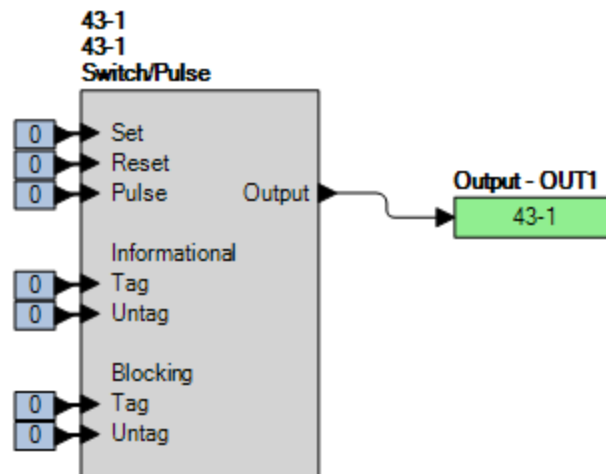

Figure 84-1. Paramètres BESTlogicPlus
Étape 2 : Utilisez BESTCOMSPlus pour configurer la Logique programmable BESTlogicPlus illustrée dans la Figure 84-1.